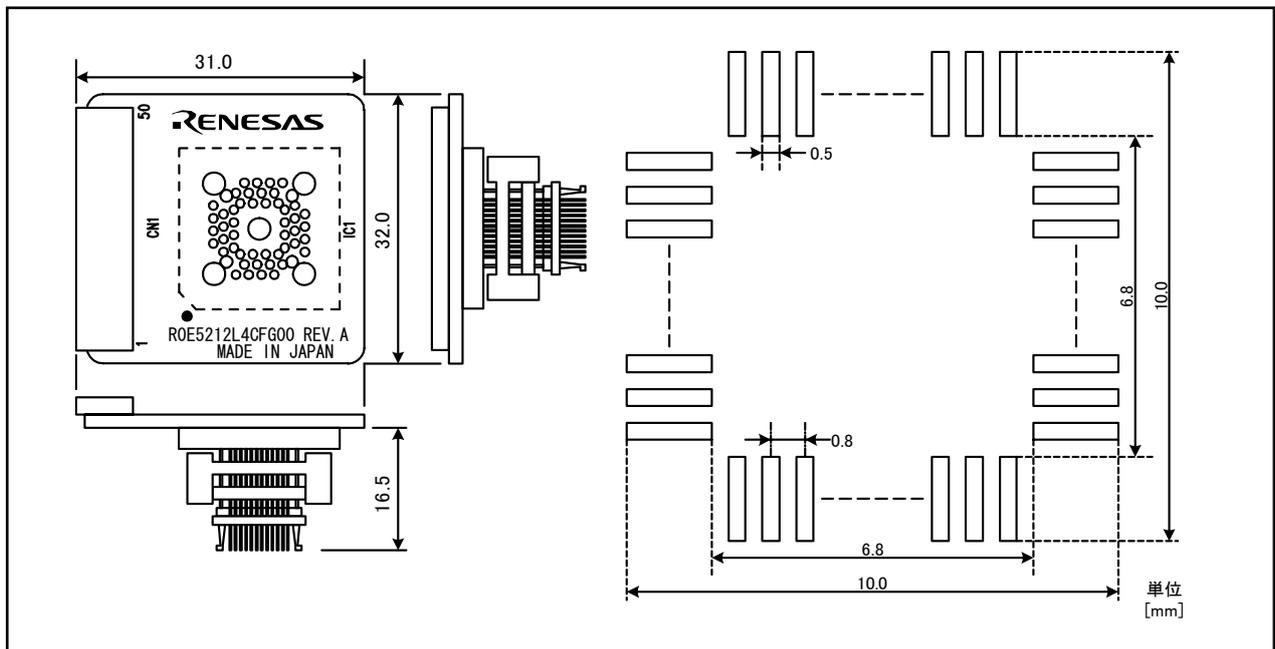

図4 ROE5212L4CFG00ユーザシステム接続部の寸法図および参考フットパターン
6. ROE5212L4CFG00ユーザシステム接続部の寸法図および参考フットパターン (図4参照)